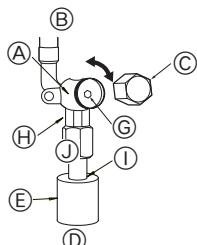
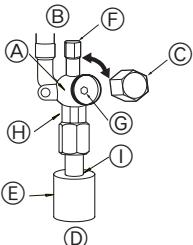

Fig. 4-5
Fig. 4-6
(1) Lado do gás para o P100-P140 (Fig. 4-5)
- ① Retire a tampa e rode a válvula para a esquerda o máximo que puder com uma chave sextavada de 5 mm. Pare de rodar quando esta alcançar o batente. (ø15,88: Aproximadamente 13 rotações)
② Certifique-se de que a válvula de paragem esteja completamente aberta e gire a cápsula de volta à sua posição original.
(2) Lado do líquido do P100-P140 (Fig. 4-6)
- ① Retire a tampa e rode a válvula para a esquerda o máximo que puder com uma chave sextavada de 4 mm. Pare de rodar quando esta alcançar o batente. (ø6,35: Aproximadamente 4,5 rotações) (ø9,52: Aproximadamente 10 rotações)